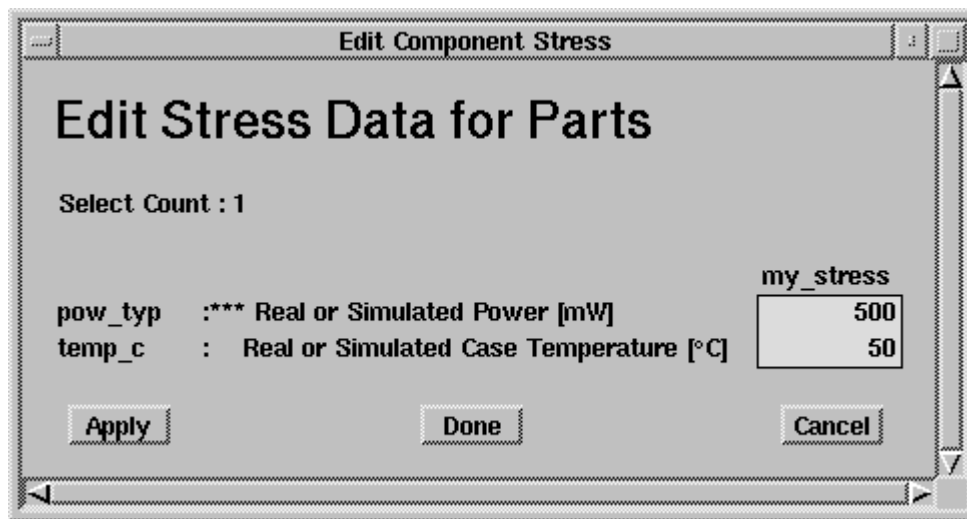

Рис. 7. Окно редактирования внешних воздействий на отдельный компонент
- 1) в окне Parts List выделить резистор pn-12k, затем выбрать пункт из всплывающего меню [Parts List]Edit>Component Stress Data. Заполнить форму Edit Component Stress (рис. 7) следующими данными: